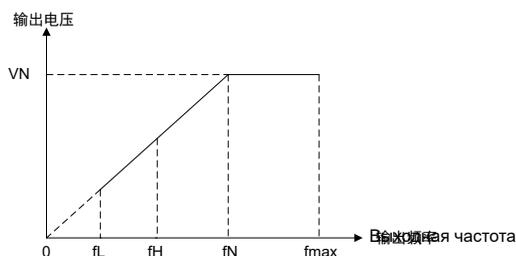

Рис. 6-8
B0-09 верхняя граничная частота – это заданная пользователем максимально допустимая частота работы, представленная fN на рис. 6-8.
B0-10 нижняя граничная частота – это заданная пользователем минимально допустимая частота работы, представленная fL на рис. 6-8. На рис. 6-8 fN означает номинальную частоту электродвигателя, а VN – номинальное напряжение электродвигателя.
- Ранговое соотношение между максимальной частотой, верхней граничной частотой и нижней граничной частотой показано на рис. 6-8.